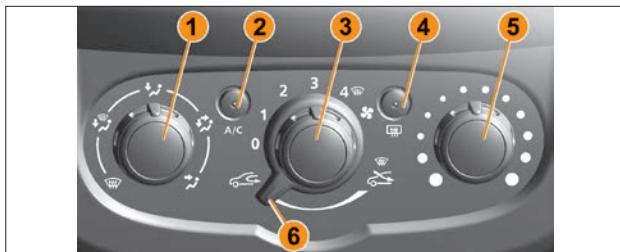

Рис. 3.12.3. Блок управления климатической системой (в варианном исполнении)
- регулятор **5** (см. рис. 3.12.3) повернуть в крайнее положение красной зоны (подача максимально подогретого наружного воздуха);